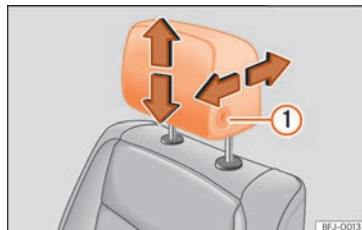

Fig. 103 Siège avant : réglage de l'appuie-tête.
- Déplacez l'appui-tête vers le haut ou le bas dans le sens de la flèche correspondante. Dans le cas des appuie-tête avant, aussi bien pour les élever ou les abaisser, vous devez appuyer sur le bouton »» fig. 103 ①. Dans le cas des appuie-tête arrière, il suffit d'appuyer sur la touche »» fig. 104 ① pour les abaisser
- Déplacez l'appuie-tête vers l'avant ou vers l'arrière dans le sens de la flèche correspondante tout en appuyant sur la touche »» fig. 103 ①.